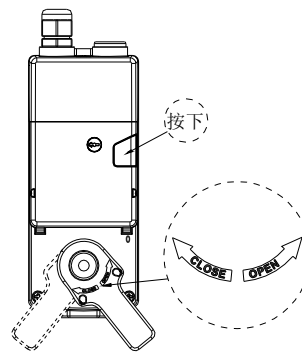

图 7
3. 如图 7, 按下离合按钮, 手动转动手柄使阀体开关(力过大转不动时需要用工具辅助)。